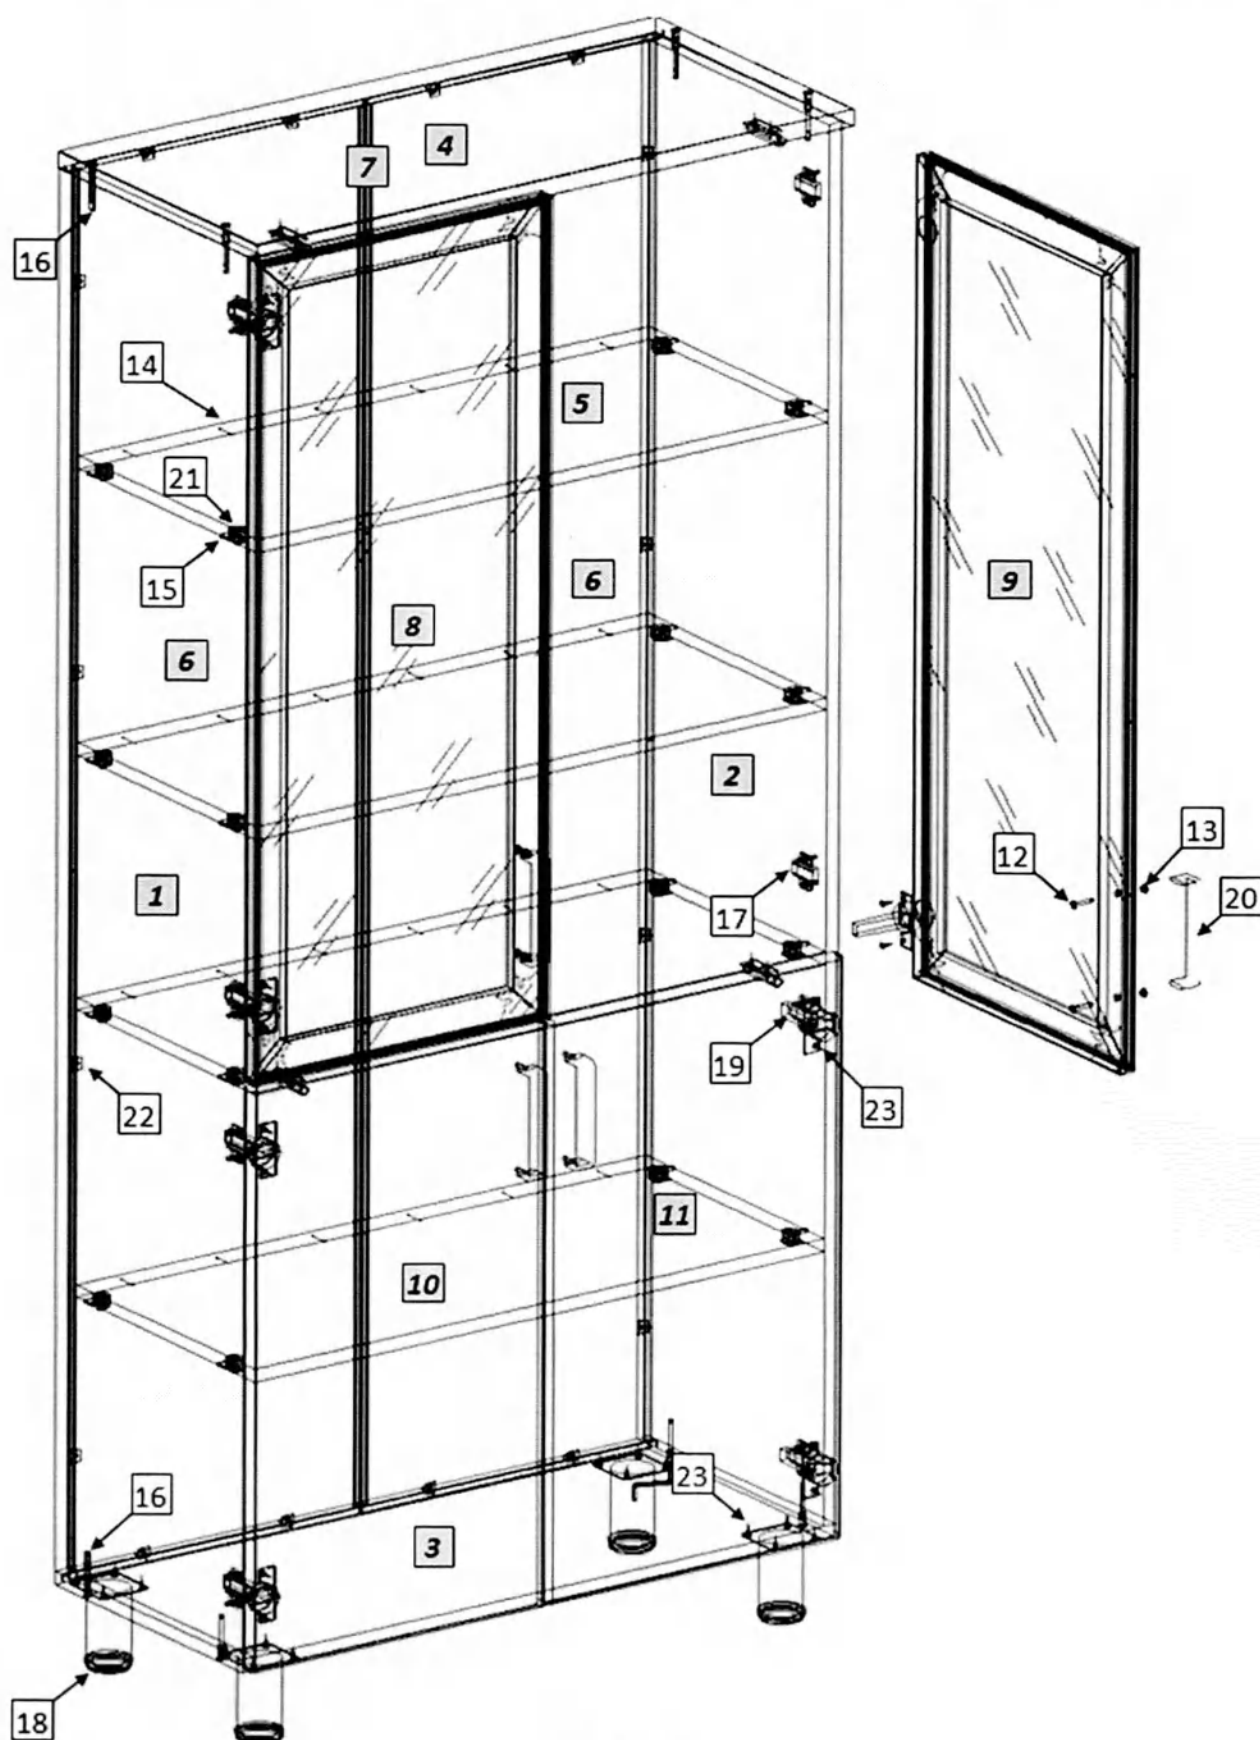

Рис. 1
1. Внимательно ознакомьтесь со схемой сборки, изображённой на рис. 1, сверяясь со спецификацией на изделие. Согласно схеме и спецификации определите расположение деталей в изделии и порядок их сборки. Сборка производится на ровном полу, укрытом материалом, предотвращающим повреждение покрытия пола и деталей мебели. Подготовьте необходимые для сборки инструменты – плоскую и крестовую отвёртки, молоток, рулетку или линейку.
2. На боковых стенках (1,2) установите ввинчиваемые дюбели эксцентриковых стяжек (18). На боковых стенках (1,2,10,11) установите монтажные планки петель (20). На горизонтальных стенках (5) установите эксцентриковые стяжки (24). Евровинтами (19) соедините боковые стенки шкафа (1,2) с горизонтальной нижней стенкой (3) и крышкой (4), боковые стенки антресоли (10,11) с горизонтальной нижней стенкой (12) и крышкой (13), установив в пазы задние стенки (6,14). В стык задних стенок шкафа устанавливается соединительный профиль (9). Закрепите задние стенки в пазах уголками (25). Установите и закрепите горизонтальные стенки (5), гвоздями (17) зафиксируйте к ним задние стенки на горизонтальной нижней стенке (3) шурупами (26) закрепите опоры (21).
3. На дверях (7,8,15,16) шурупами 4×16 (26) закрепите петли (22), установите ручки (23). Закрепите двери к боковым стенкам. При необходимости отрегулируйте положение дверей винтами петель. На видимые головки евровинтов установите заглушки (27).